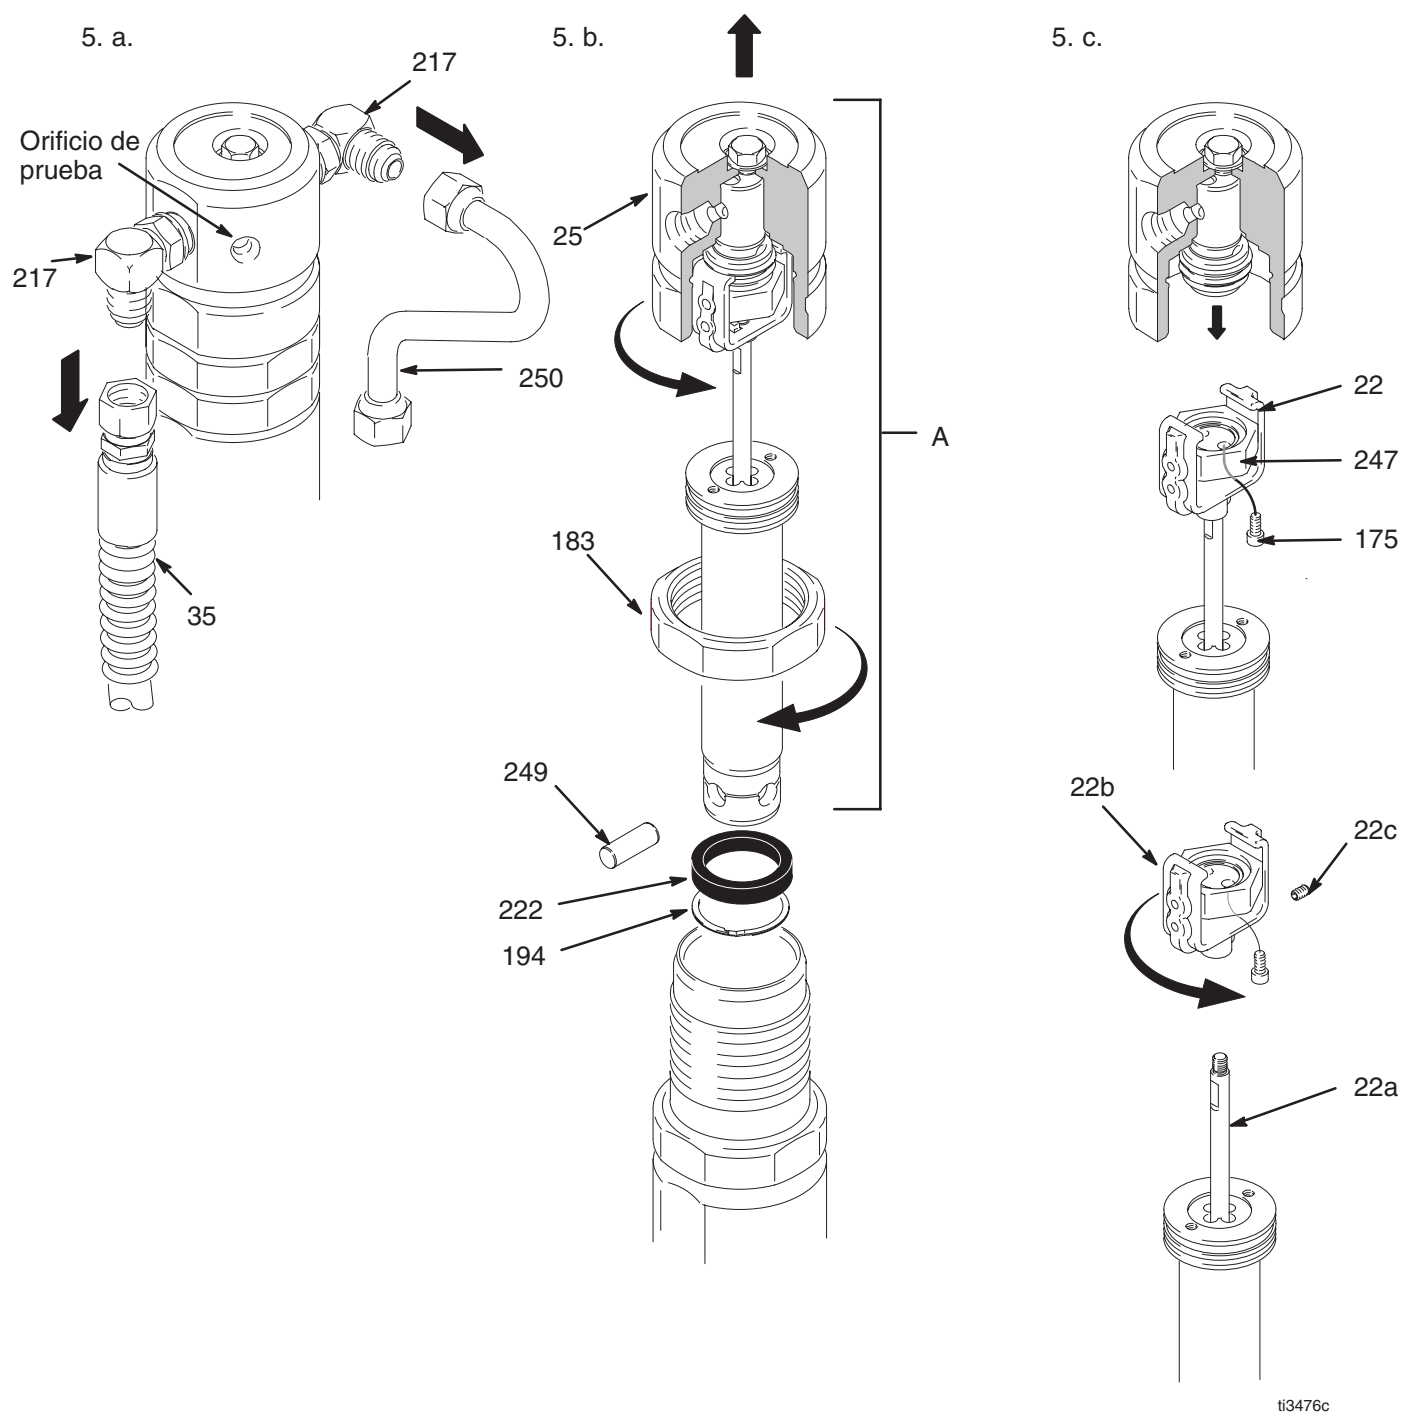

Fig. 7
3. Fig. 7. Deslice hacia abajo el clip de retención (194) y el anillo magnético (222) para desmontarlos. Retire el pasador de la bomba (249).
4. Retire las líneas hidráulicas (35, 250) de los racores (217) de la parte superior izquierda y derecha del motor hidráulico.
5. Afloje la contratuerca (183).
6. Desenrosque y retire la tapa del motor hidráulico (25).
7. Deslice el conjunto de la tapa del eje del pistón/motor hidráulico (A) del cilindro del motor hidráulico.
8. Retire la horquilla (22).
- b. Utilice una llave Allen acortada para retirar los dos tornillos (175) del retén del muelle (247). Retire la horquilla, el retén del muelle, el pistón y el conjunto de la varilla de disparo de la tapa del motor hidráulico.
- b. Fig. 7. Coloque la tapa del motor hidráulico (25) en un torno de banco.
- c. Instale la horquilla, el retén del muelle, el pistón y el conjunto de la varilla de disparo en la tapa del motor hidráulico. Utilice una llave Allen acortada para instalar los dos tornillos (175) en el retén del muelle para sujetar el conjunto del eje del pistón a la tapa del motor hidráulico.
2. Deslice el conjunto del eje del pistón (A) en el cilindro del motor hidráulico.
3. Enrosque la tapa del motor hidráulico (25) hasta que toque fondo. Desenrosque la tapa del motor hidráulico hasta que la entrada y la salida estén alineadas con los racores de la línea hidráulica y hasta que el orificio de prueba de la tapa del motor hidráulico esté dirigido hacia la protección de la correa (24).
4. Apriete la contratuerca (183) contra la tapa del motor hidráulico (25) a un par de 17 N.m.
5. Instale las líneas hidráulicas (35, 250) en los racores (217) del lado superior izquierdo o derecho del motor hidráulico según el procedimiento de la página 6; apriete a un par de 54,2 N.m.
6. Tire lentamente de la cuerda de arranque para alinear los orificios del pasador del motor hidráulico y de la base de bomba (21). Conecte con el pasador de la bomba (249); instale el anillo magnético (222) y el clip del retén (194), página 23.